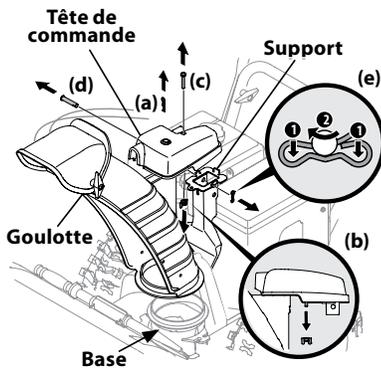

Figure 2-35
1. Retirez la goupille fendue (a), l'écrou papillon (b) et le boulon (c) qui se trouvent sur la tête de commande, puis retirez l'axe de chape (d) et la goupille fendue (e) du support. Voir Figure 2-35.